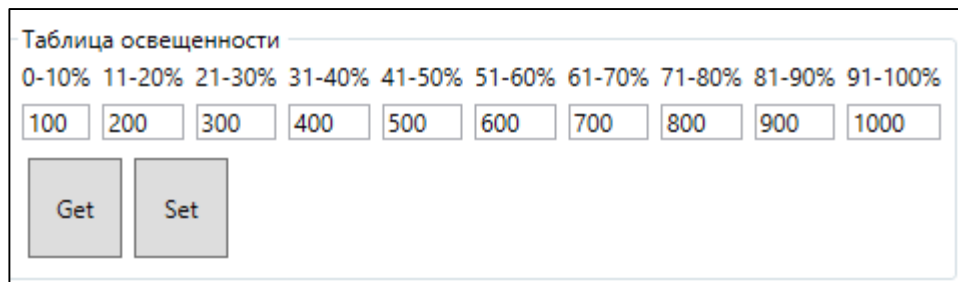

Рисунок 12. Таблица выбора яркости подсветки в автоматическом режиме
- Регулировка датчиком освещенности (яркость выбирается автоматически в соответствии с заданной таблицей освещенности (рисунок 12)).